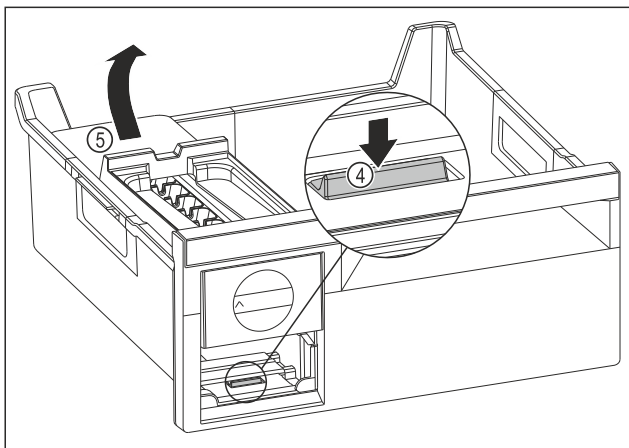

Fig. 141
- Retirer le corps de l'EasyTwist-Ice : Avec le doigt, pousser la languette *Fig. 141 (4)* vers le bas tout en soulevant de l'autre main le corps de l'EasyTwist-Ice *Fig. 141 (5)* depuis l'arrière.